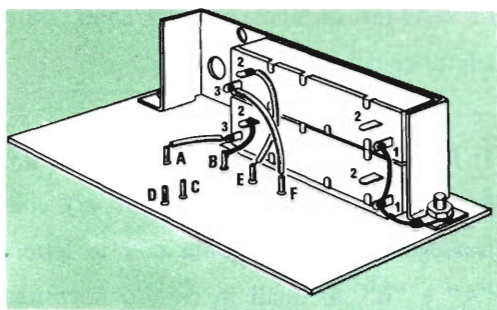

Fig. 3 - Montaggio e collegamenti dei terminali dei potenziometri del valore di 10 k Ω ciascuno.
- Denominato "gyrator" perché svolge una funzione elettrica analoga a quella di un giroscopio meccanico, il circuito illustrato nella *fig. 3* ha l'interessante proprietà di riuscire a trasformare un'impedenza di carico nella sua equivalente elettrica duale. Ad esempio, un condensatore di carico (ZL) collegato alla sua uscita, appare come un'indut-
Fig. 3 - Il concetto del "gyrator" è usato per trasformare un'impedenza di carico nella sua equivalente elettrica. La rete è formata da due amplificatori ciascuno dei quali ha l'uscita collegata con l'entrata dell'altro amplificatore.
- Montare sulla squadretta di supporto i due potenziometri P1 e P2, da 10 k Ω ciascuno, come indicato nella fig. 3, fissandoli mediante quattro viti da 2,6 MA x 4.
- Collegare fra loro i due terminali dei potenziometri contrassegnati nella fig. 3 con il numero "1", mediante uno spezzone di filo di rame nudo, la cui parte inferiore, come mostra la figura stessa, dovrà essere saldata al capocorda semplice.
Fig. 3 - I cerchietti indicano la posizione dei terminali. L'apertura rettangolare in basso è per gli interruttori. Si notino i ponticelli nell'angolo in basso a sinistra.